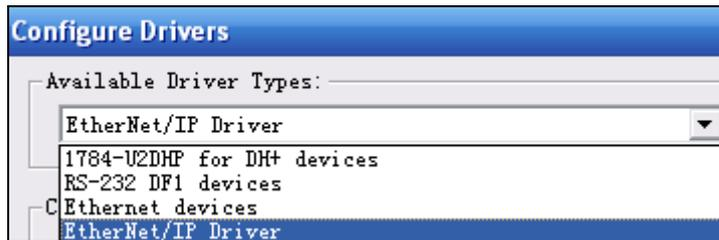

图 1- 138 选择 EtherNet 的驱动
2. 单击 Configure dirves  图标，选择 Ethernet/IP Driver 的驱动，如图 1- 138 所示。
4. 单击操作系统工具栏中本地连接的图标 ，检查计算机网卡的 IP 地址设置，并确认 IP address: 192.168.1.XXX; Subnet mask: 255.255.255.0; Default gateway 可忽略，如有不同，修改为上述配置，如图 1- 139 所示。